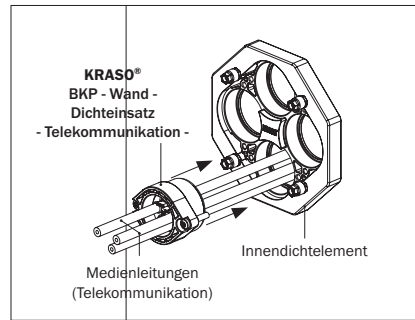

Abbildung 15.3: Montage KRASO® BKP - Wand - Dichteinsatz - Telekommunikation - innenseitig
- Schieben Sie den **KRASO® BKP - Wand - Dichteinsatz - Telekommunikation** - mit der Gummidichtung voraus über die Medienleitung(en) bis in das Innendichtelement des **KRASO® Bauherren-Komfortpakets - Wand**. Beachten Sie, dass die Schraublöcher am Dichteinsatz und die Kernlöcher im Innendichtelement übereinander liegen (s. Abbildung 15.3).